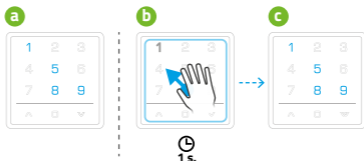

Abb. 9.3
3. Aktivierung durch Annäherung der Handfläche. Dieser Modus ist nur mit der aktiven Gestensteuerung möglich. In diesem Modus werden auf dem Bildschirm die Kanäle aktiviert, die in der letzten Sitzung vor dem Standby verwaltet wurden. Die Fernbedienung wird den Betrieb dieser Kanäle oder des nächsten Kanals erwarten - Abb. 9.3.